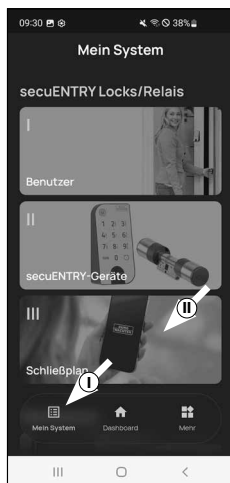

Fig. 1
- Aprire il menu "Mein System" (Il mio menu) (I) (Fig. 1).
- Selezionare la terza voce del menu "III - Schließplan" (III - Piano di chiusura) (II) (Fig. 1).